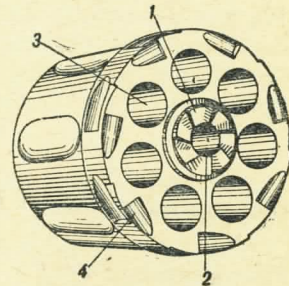

Рис. 18. Барабан (вид сзади):
19. Барабан (рис. 18) с семью камерами служит патронником и вместе с тем магазином. Он имеет: **центральный канал**, в широкой передней части которого помещается подвижная трубка с пружиной, а в узкой задней — толстый конец оси барабана; в переднем конце канала сделан **круговой желобок** и **продольный паз** для соска трубки барабана; снаружи на барабане имеется семь **выемов** для облегчения веса барабана; **поясок** с семью выемами (в которые при взведении курка входит сосок спускового крючка и тем удерживает очередную камеру против ствола) и с семью зарубками для зуба дверцы, препятствующего поворачиванию барабана в левую сто-